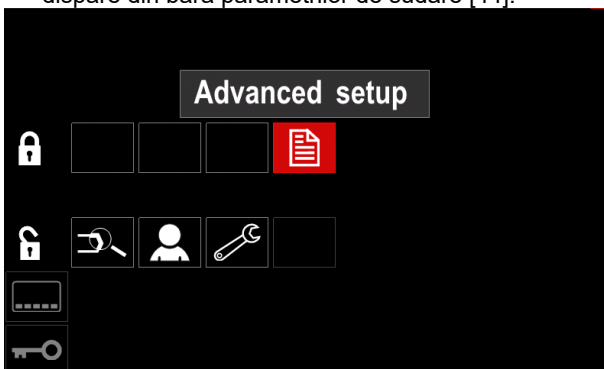

Figura 45.
- Apăsați pe butonul din dreapta [36]. Pictograma parametrului ales va dispărea din partea inferioară a afișajului (Figura 45.). De asemenea, acest parametru dispăre din bara parametrilor de sudare [44].